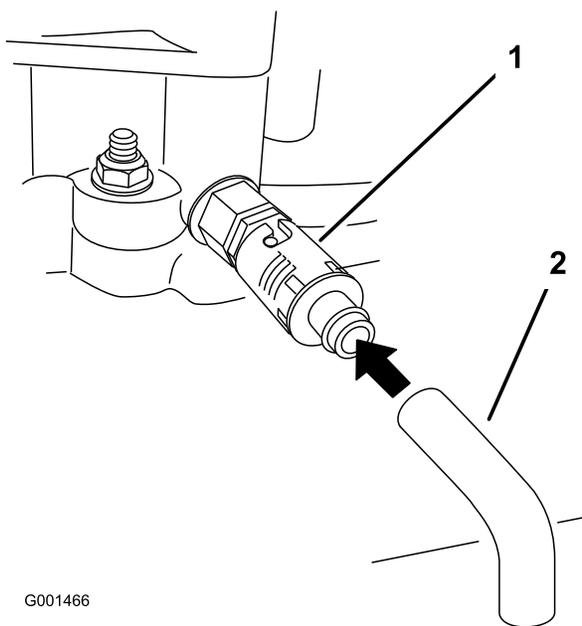

Figure 23
6. Placez un bac sous le flexible de vidange. Tournez le robinet de vidange pour permettre à l'huile de s'écouler (Figure 23).
8. Enlevez le flexible de vidange (Figure 23).